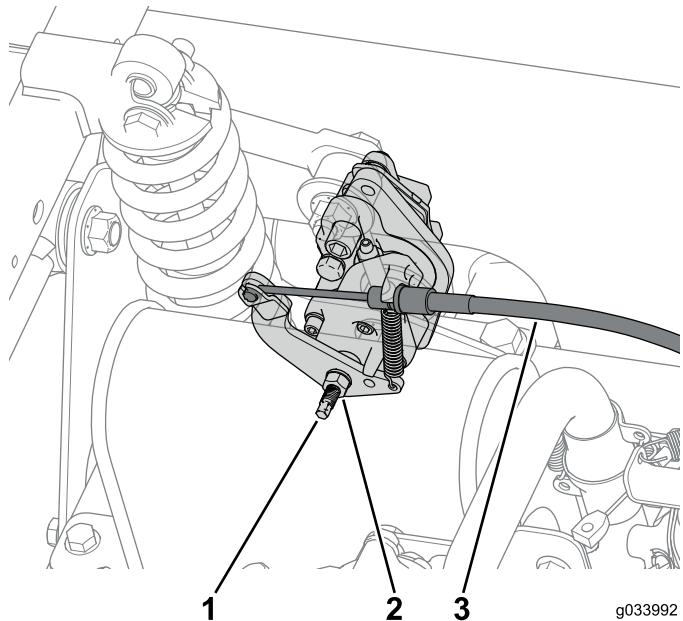

Рисунок 61
- Ослабьте зажимную гайку и затем поверните регулировочный винт на два оборота против часовой стрелки на обоих суппортах задних тормозов (Рисунок 61).
- Отсоедините трос стояночного тормоза, подсоединеный к каждому тормозному суппорту (Рисунок 61).